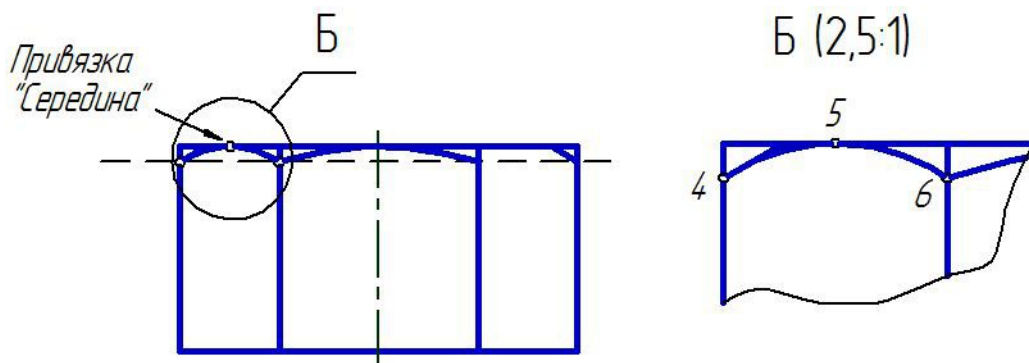

Рис. 1.32. Построение линий пересечения конической поверхности фланки с призматической поверхностью гайки
- ➔ Включите ПКМ локальную привязку «Середина». Подведите курсор в область точки 5, и после срабатывания привязки, зафиксируйте ее. Постройте третью точку дуги – точку 6 (рис. 1.32).